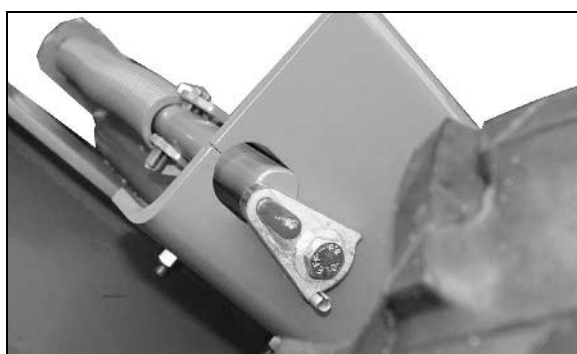

Рис. 25
3. Установите стопорный рычаг соответствующим образом (см. Рис. 25).